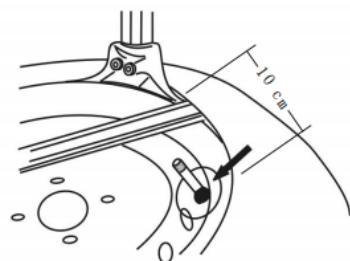

Abb.18
*Wenn ein Schlauch vorhanden ist, halten Sie den Abstand zwischen dem Ventil und dem Montagekopf auf 10 cm, um Beschädigungen des Schlauchs zu vermeiden (siehe Abb.18).*